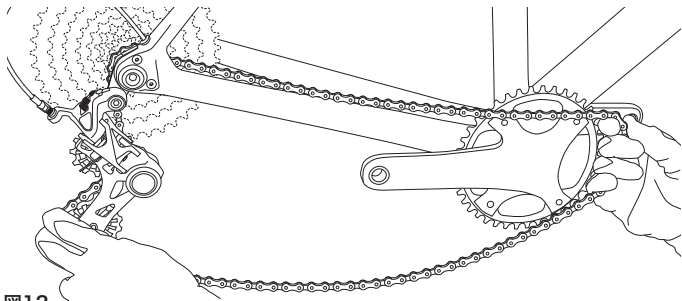

図12
- プーリー・ケージを下側に押してチェーンのテンションを緩め、チェーンをチェーンリングに戻します (図12)。